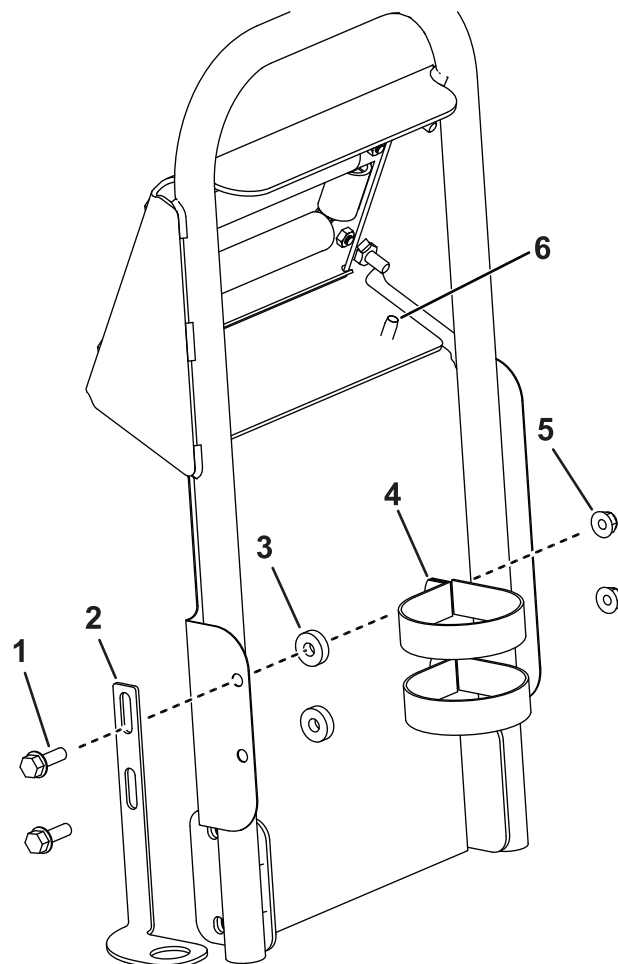

Bild 12
7. Befestigen Sie die Oberseite des Schmutzfängers mit zwei Blechschrauben am Griff (**Bild 12**).
8. Befestigen Sie den Spritzpistolenhalter am Schmutzfänger, wie in **Bild 12** abgebildet.